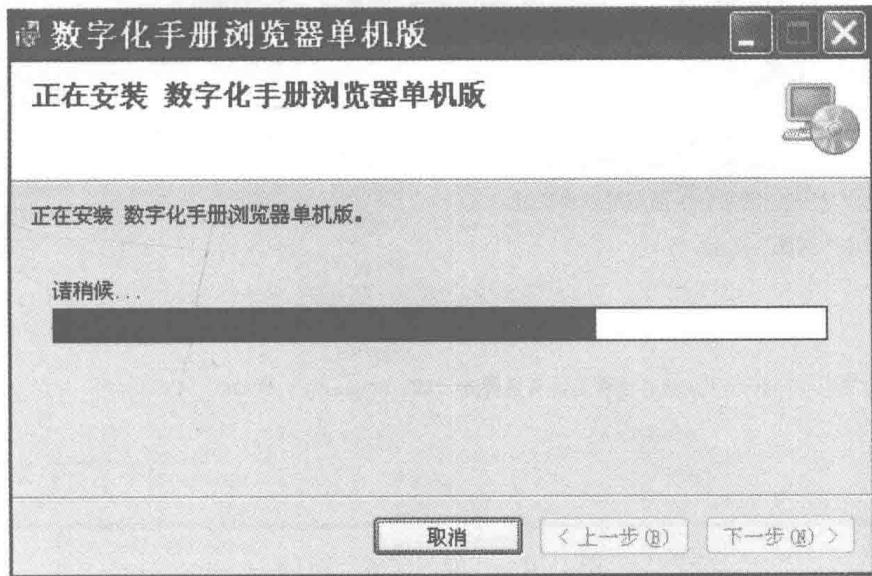

图 1-8 安装过程
7) 在安装过程中，安装向导显示图 1-8 所示的安装过程，在此期间，用户可随时单击“取消”按钮取消当前的安装。